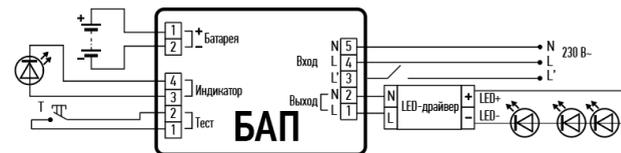

Рисунок 3. PEPP40-1.0N U IP20.
5.5 Постоянный режим (Рис. 3).